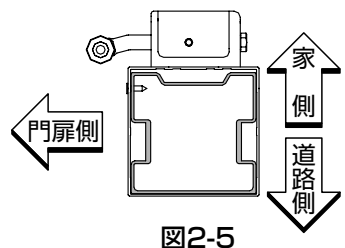

図2-5
- PM門柱用補強材の挿入方向は、図2-5で確認してください。